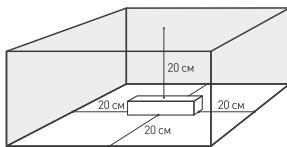

Рис. 1. Свободное пространство вокруг источника
- Проверьте температуру корпуса источника питания. Максимальная температура корпуса источника в установленном режиме не должна превышать tc (рис. 1). Если температура корпуса выше, необходимо уменьшить нагрузку, обеспечить лучшую вентиляцию или использовать более мощный источник питания.
- Для естественной вентиляции обеспечьте не менее 20 см свободного пространства вокруг источника питания, как изображено на рис. 1. При невозможности обеспечить свободное пространство используйте принудительную вентиляцию.